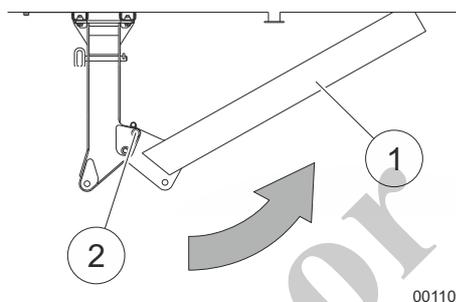

Fig. 211 Plegado y empernado de la rampa
| 29 | Pliegue la rampa (1) y sujétela firmemente con el perno (2, Fig. 211) en la posición que se muestra. |